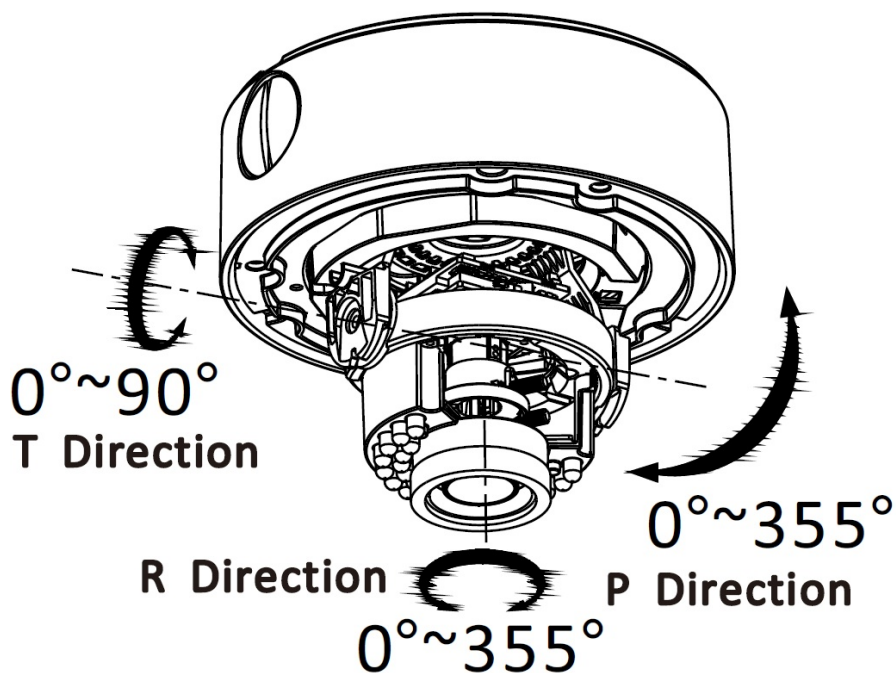

Рис. 4.4.1.4. Крепление видеокамеры LTV-TCDM2-8010L-V
9. Включите источник питания. Используйте стандартный источник питания 12В (DC) или 24В (AC).
11. Направьте объектив на желаемую зону наблюдения. В данной модели диск основания вращается  $0^{\circ}\dots355^{\circ}$ , угол наклона объектива составляет  $0^{\circ}\dots90^{\circ}$ , поворотный угол составляет  $0^{\circ}\dots355^{\circ}$ . При необходимости настройки положения и фокусировки объектива необходимо ослабить соответствующие винты фиксации. После завершения настройки винты фиксации необходимо затянуть, как показано на рис.4.4.1.4.